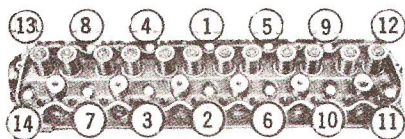

Fig. 11 — Orden de Apretamiento de Tornillos de Culata. Ilustrativo
6. El apretamiento de los tornillos de la culata se efectúa en tres etapas progresivas. Apriete todos los tornillos en la secuencia indicada en la Fig. 11, a 55 Lbs. pie; después a 65 lbs. pie, y finalmente a la torsión especificada. Cuando haya apretado los tornillos siguiendo este procedimiento, no es necesario volver a apretarlos después de un largo período de trabajo. Sin embargo, en culatas con juntas de pasta, los tornillos se pueden comprobar y ajustar si es necesario.